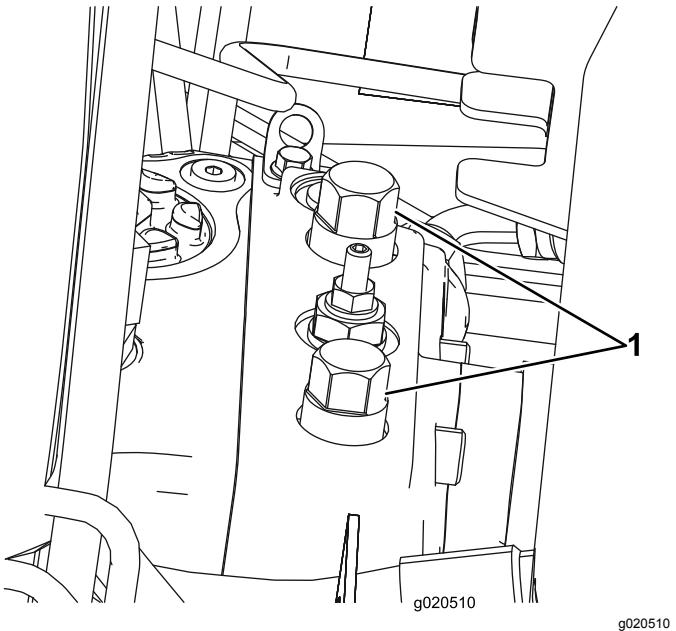

Рисунок 43
- Откройте капот и найдите перепускные клапаны (Рисунок 43) сверху на насосе, позади ящиков для аккумуляторной батареи и хранения.